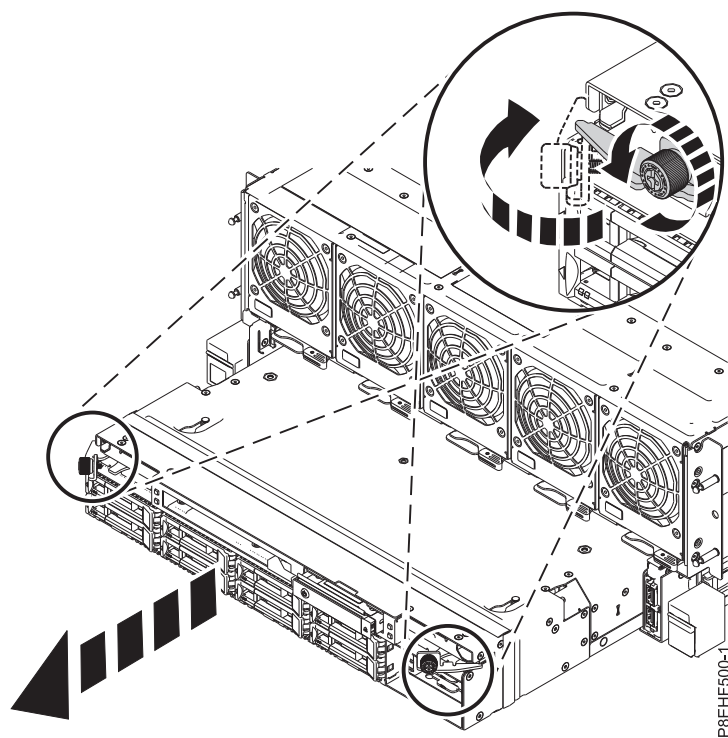

Figura 6. Remover o conjunto RAID do sistema
3. Vire os parafusos de aperto manual na direcção demonstrada em Figura 6. Puxe os trincos para fora e remova o conjunto RAID do sistema, conforme demonstrado em Figura 6.